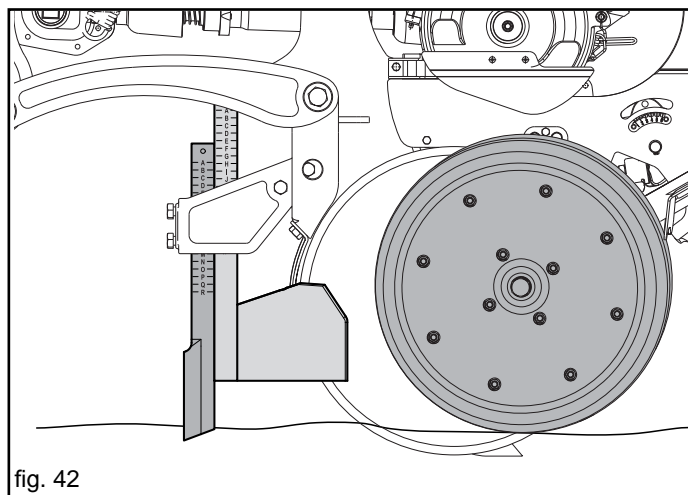

fig. 42
- Se il terreno si presenta compatto, agevolare la penetrazione dei dischi assollatori dell'elemento, dando maggiore profondità al puntale anteriore dello spartizolle (Fig. 42).